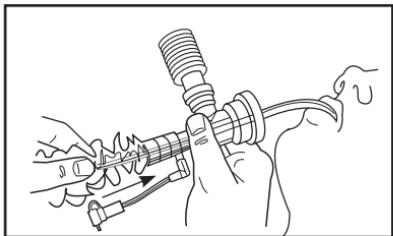

图1 将导管推进到气管内管路中
1. 用一只手固定BALLARD®导管和导管的连接处。然后用另一只手的拇指和食指将导管推进到气管内管路中（图1）。